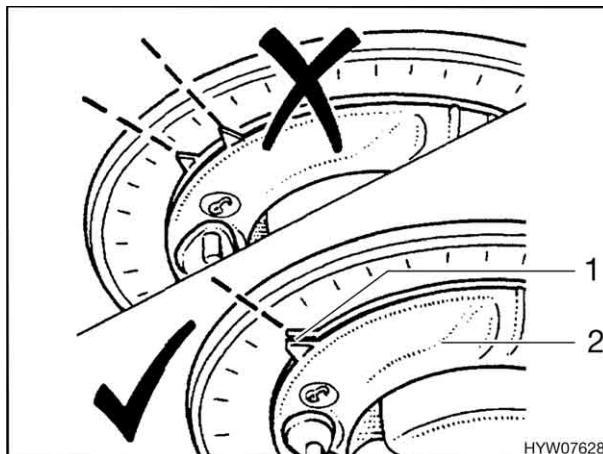

Fig. 25 Abbassamento dell'antenna
- Ruotare il dispositivo di rilevamento (Fig. 25,2) finché le due piccole frecce (Fig. 25,1) non si sovrappongono. L'antenna deve essere rivolta all'indietro.